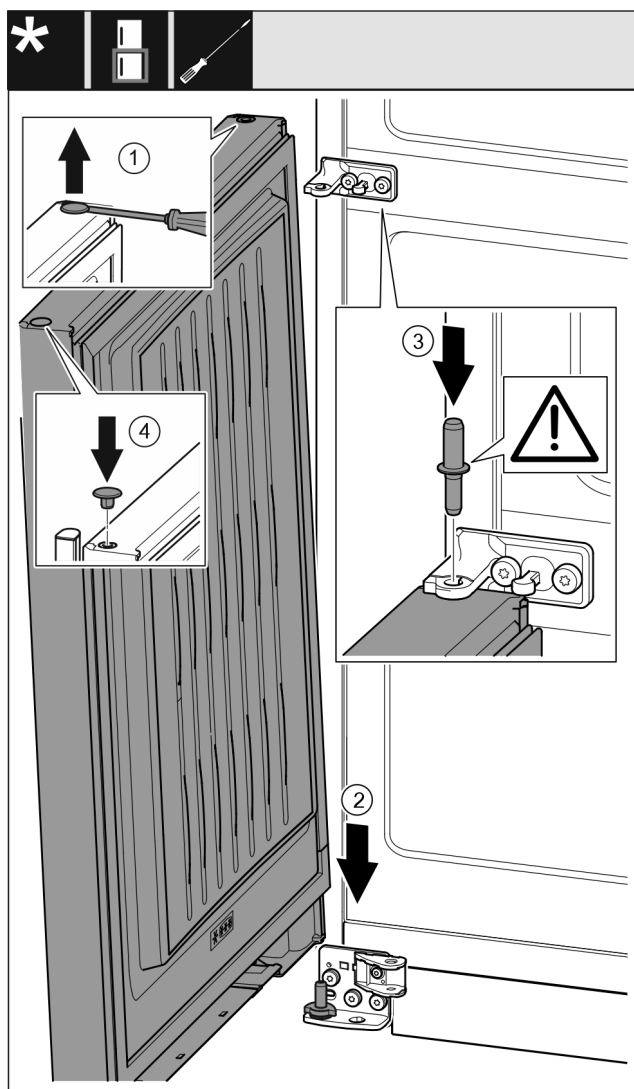

Fig. 42
- Til de plug voorzichtig Fig. 42 (1) op met een platte schroevendraaier en trek hem er uit.
- Deur Fig. 42 (2) van bovenaf op de onderste lagerbouten plaatsen.
- Lagerbout midden Fig. 42 (3) door lagerbok midden in de onderste deur steken. Let hierbij op dat het vergrendelingslipje naar achteren wijst.
- Plug Fig. 42 (4) aan de andere deurzijde er weer insteken.